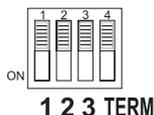

Рис. 1. DIP-переключатели конфигурации в состоянии, соответствующем самостоятельному использованию коммутатора.
При отгрузке с завода-изготовителя DIP-переключателями конфигурации прибора (рис. 1) установлен режим его самостоятельного (то есть не в составе системы) использования. Это значит, что коммутатор работает в режиме совместной коммутации видеосигнала и звука, все ячейки памяти очищены, входы соединены с соответствующими им выходами (например, вход 1 с выходом 1).
- переключатели задания машинного номера в положение, соответствующее номеру 1 (т.е. все в положение OFF, см. табл. 4 и пример на рис. 1)
Машинный номер идентифицирует каждый отдельный прибор при подключении нескольких **VP-1608** к компьютеру или другому контроллеру с последовательным интерфейсом. Машинный номер задается DIP-переключателями 1-3 согласно таблице 4. Если в системе только один прибор, то его машинный номер должен быть равен 1 (см. рис. 1).